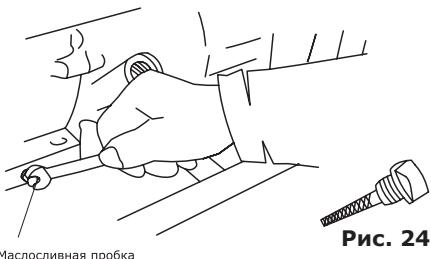

Рис. 24
- Найдите месторасположение маслосливной пробки (рис. 24).
- Отверните маслосливную пробку и слейте масло (рис. 24).